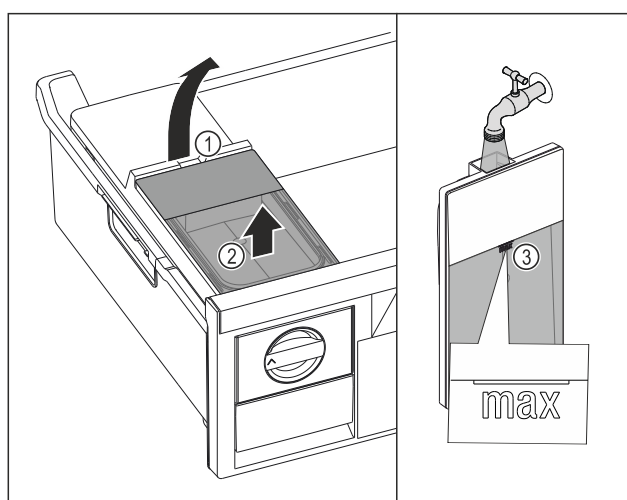

Fig. 109
- Podignite spremnik za vodu na otvoru Fig. 109 (1).
- Izvadite spremnik za vodu prema gore Fig. 109 (2)
- Spremnik za vodu napunite pitkom vodom do oznake Fig. 109 (3).